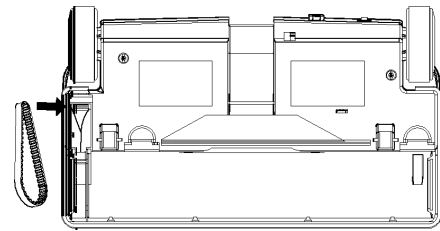

Figure 10
5. Glissez la nouvelle courroie dentée par-dessus l'engrenage sur l'arbre de moteur (comme montré à la figure 10).